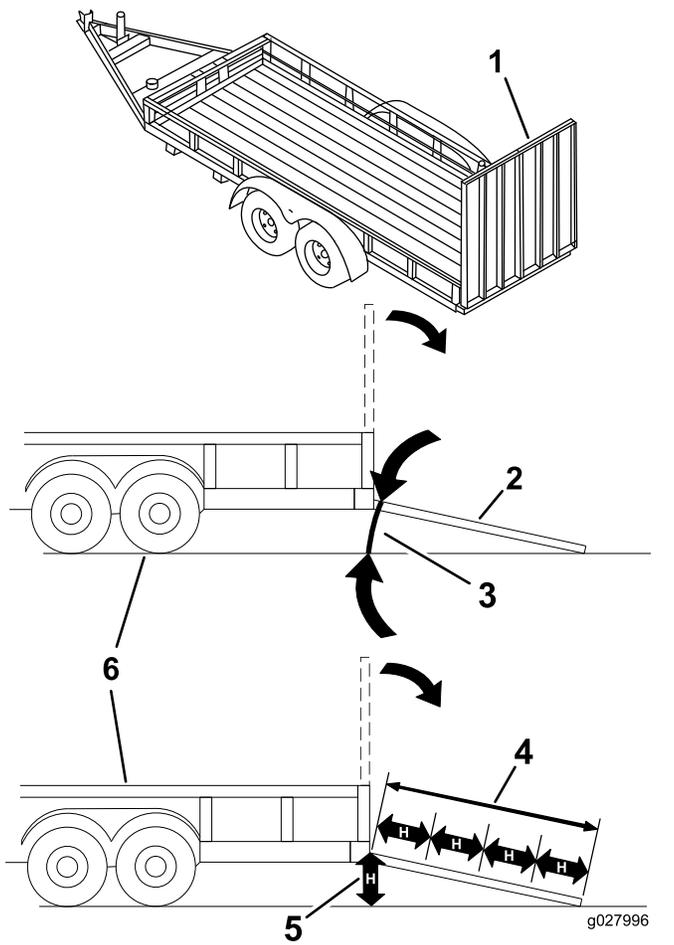

Figura 30
Quando si carica la macchina su un trailer o un autocarro si aumenta il rischio di ribaltamento, che può causare gravi ferite ed anche la morte (Figura 30).
1. Abbassate la rampa, assicurandovi che l'angolazione tra la rampa e il terreno non superi 15 gradi (Figura 30).